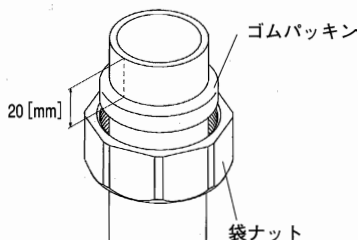

図12
- 3) 排水トラップに装着している袋ナットを緩め、排水トラップに差込まれた排水管を抜取り、ゴムパッキン、袋ナットを取り外してください。(図12)
- 4) 下部排水管の切断面のバリを取り除き、取り外した袋ナット、ゴムパッキンを20 [mm] 程度挿入してください。(図12)